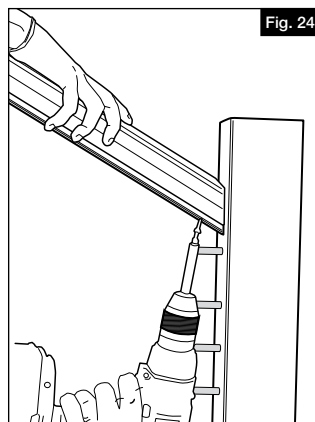
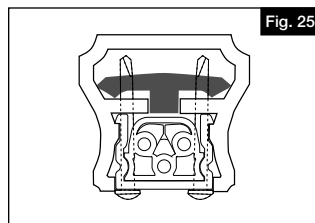

Fig. 24
Fig. 25
- Enfoncer deux vis peintes (composant N) vers le haut à partir du dessous de l'emplacement des avant-trous (Fig. 24). Cela permettra de fixer ensemble le support, le profilé et la main courante (Fig. 25).